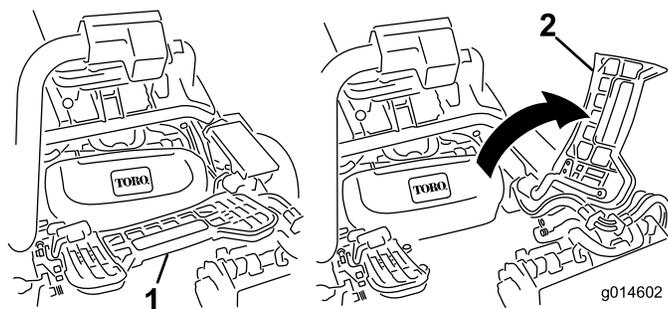

Рисунок 11
3. При установке центрального режущего блока поднимите подножку, поверните ее вверх, чтобы открыть доступ к месту для центрального режущего блока (Рисунок 11).